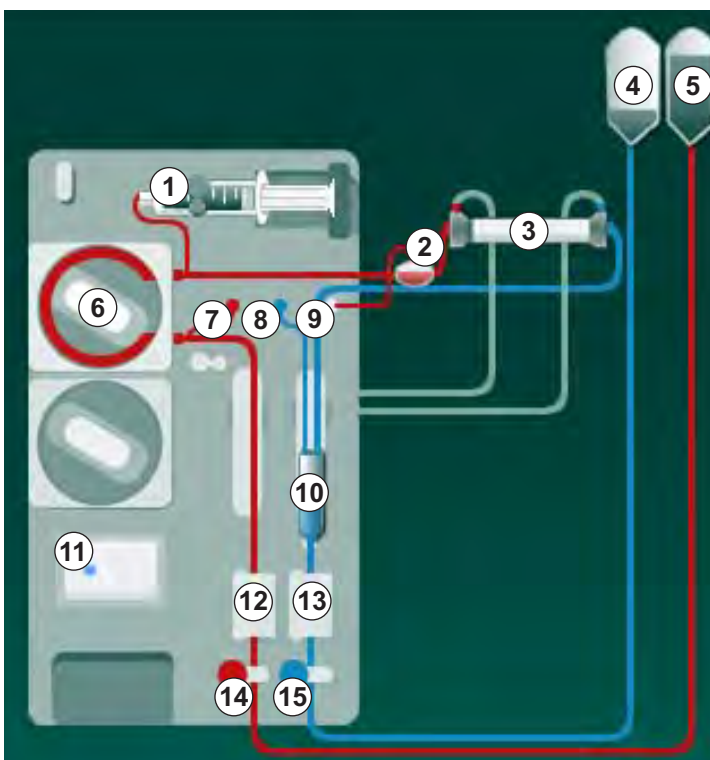

Fig. 5-8 Insertion du système de lignes à sang pour l'amorçage avec l'utilisation de poches
2. Retirer les raccords du dialyseur du pont de rinçage et les connecter au dialyseur (Fig. 5-8 Insertion du système de lignes à sang pour l'amorçage avec l'utilisation de poches (97), ③) dès le signalement par l'appareil. Respecter le codage couleur :